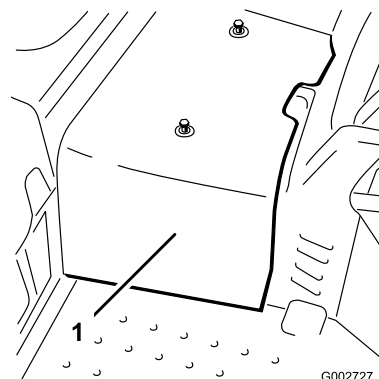

Figura 42
- Allentate le 2 viti che fissano la protezione centrale alla macchina, e togliete la protezione (Figura 42).